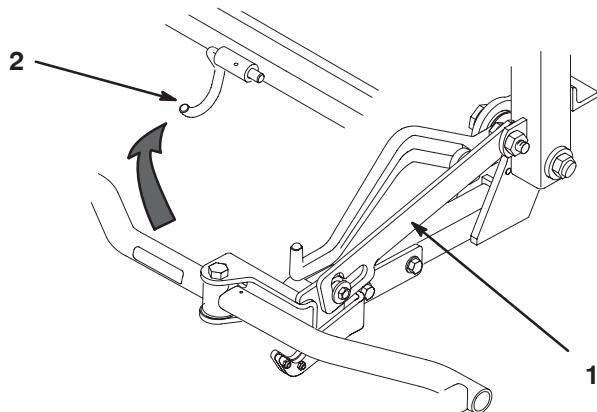

Bild 17
C. Heben Sie das geschlitzte Verbindungsteil an und drehen Sie das Zuggestell auf den Drahthaken (Bild 17).